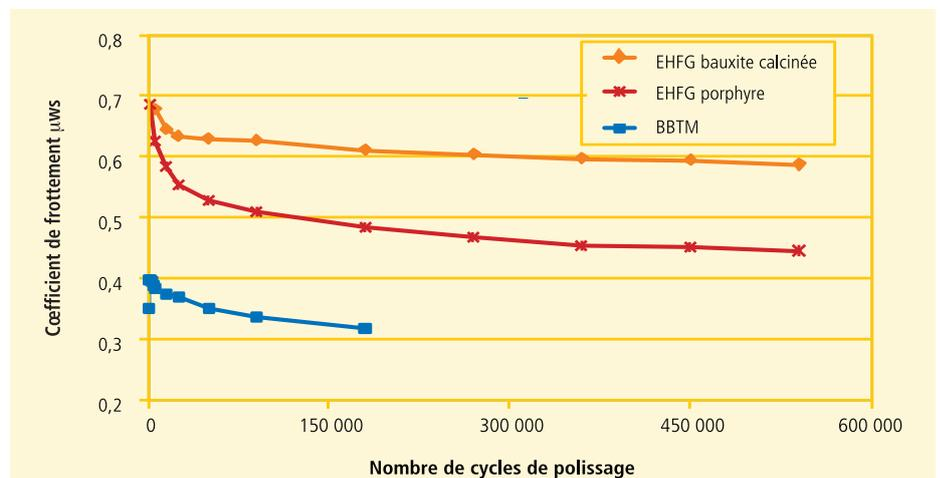

Figure 3
- L'adhérence avec les pneumatiques, évaluées grâce à l'essai Wehner & Schulze [8], présente des niveaux très supérieurs à ceux des enrobés bitumineux classiques, et une durabilité au moins trois fois plus élevée (figure 3), et ce, même en remplaçant la bauxite calcinée par un granulats naturel beaucoup moins coûteux.